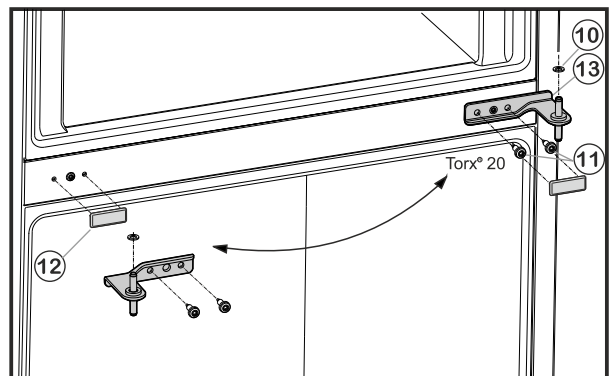

Fig. 6
- ▶ Викрутіть гвинти кріплення Fig. 6 (11) (2 шт. Torx® 20) та вийміть середній кронштейн з нижніх дверцят.
- ▶ Зніміть пластикову шайбу Fig. 6 (10).
- ▶ Обережно зніміть кришку Fig. 6 (12).
- ▶ Встановіть кришку Fig. 6 (12) на протилежному боці.
- ▶ Вставте середній опорний кронштейн Fig. 6 (13) повернувши його на 180°, у нижні дверцята і прикрутіть за допомогою гвинтів кріплення Fig. 6 (11) (2 шт. Torx® 20) до нового боку шарніра (з моментом 4 Нм).
- ▶ Знову встановіть пластикову шайбу Fig. 6 (10).
- ▶ Встановіть верхні дверцята на середній опорний кронштейн Fig. 6 (13).